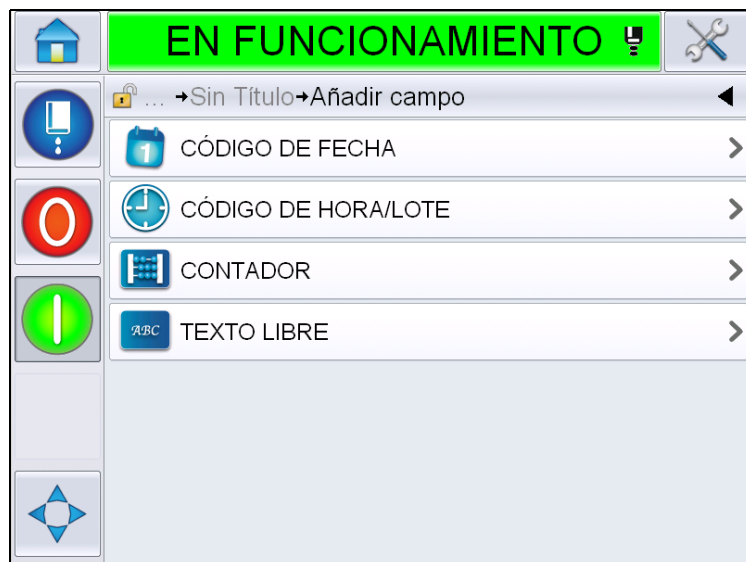

Figura 5-24: Página *Add Field (Agregar campo)*
- 3 Toque . Muestra la página *Add Field (Agregar campo)* (Figura 5-24).